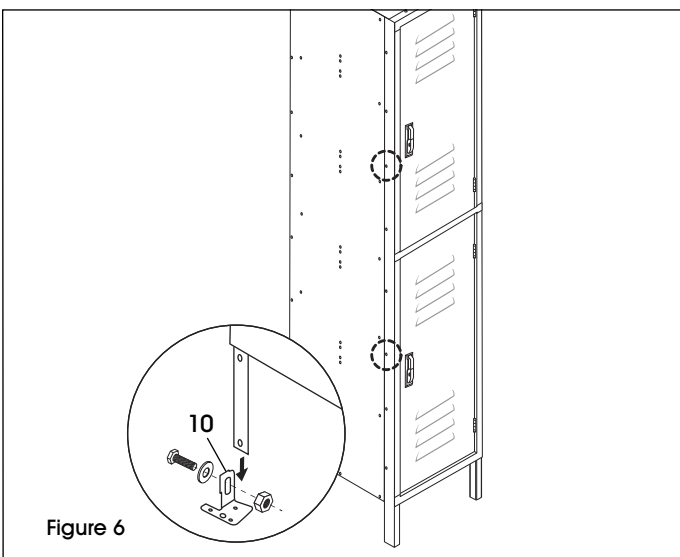

Figure 6
8. À deux personnes et en prenant soin de ne pas faire porter l'ensemble du poids sur les pattes arrière, soulevez l'unité à la verticale et placez-la à l'endroit voulu. Vérifiez et serrez tous les boulons permanents. (Voir Figure 6)
1. Si vous raccordez ensemble deux unités, installez temporairement un boulon et un écrou dans le troisième et le sixième trou à partir du haut du cadre extérieur qui sera raccordé au(x) cadre(s) de casier adjacent(s). (Voir Figure 6)
2. Utilisez les pattes de nivellement et quincaillerie (10) fournies pour niveler l'unité et l'arrimer au plancher. (Voir Figure 6)